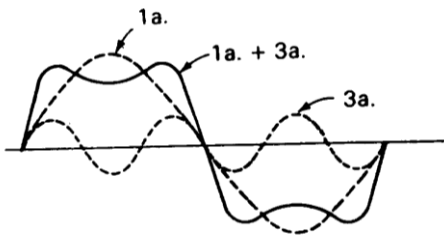
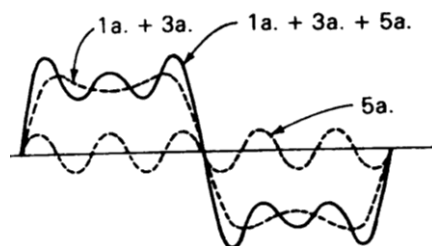

Figura 1
Figura 2
3. Si la tensión de entrada  $U_e$  es la indicada en la figura 2, representar en una misma gráfica la evolución temporal de la tensión  $U_{s1}$  y dicha entrada.
Como ejemplo, la onda cuadrada tiene únicamente armónicos impares (como cualquier señal con simetría de media onda). Cuando se suman sólo el primer y segundo armónico, como se muestra en la figura 1, se obtiene una nueva onda que se parece ya más a la cuadrada que a la senoidal. Agregando más armónicos se logrará mayor aproximación a la señal buscada. La figura 2 muestra el resultado tras haber agregado el quinto armónico. Continuando de esta forma se conseguirá formar la parte plana superior y los flancos verticales.
3. Dibujar asimismo con todo detalle la tensión de salida  $V_s$  correspondiente a la tensión de entrada  $V_e$  de la figura 2 considerando los datos del apartado anterior.